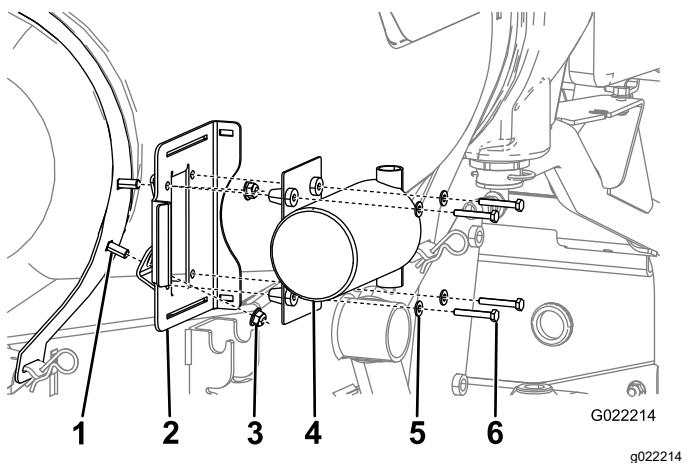

Figura 8
- Utilizzando 2 dadi flangiati fissate la staffa di montaggio della pompa di lavaggio ai bulloni a testa tonda montati in precedenza (Figura 8).
- Fissate la pompa al telaio mediante 4 bulloni e 4 rondelle piccole (Figura 8).